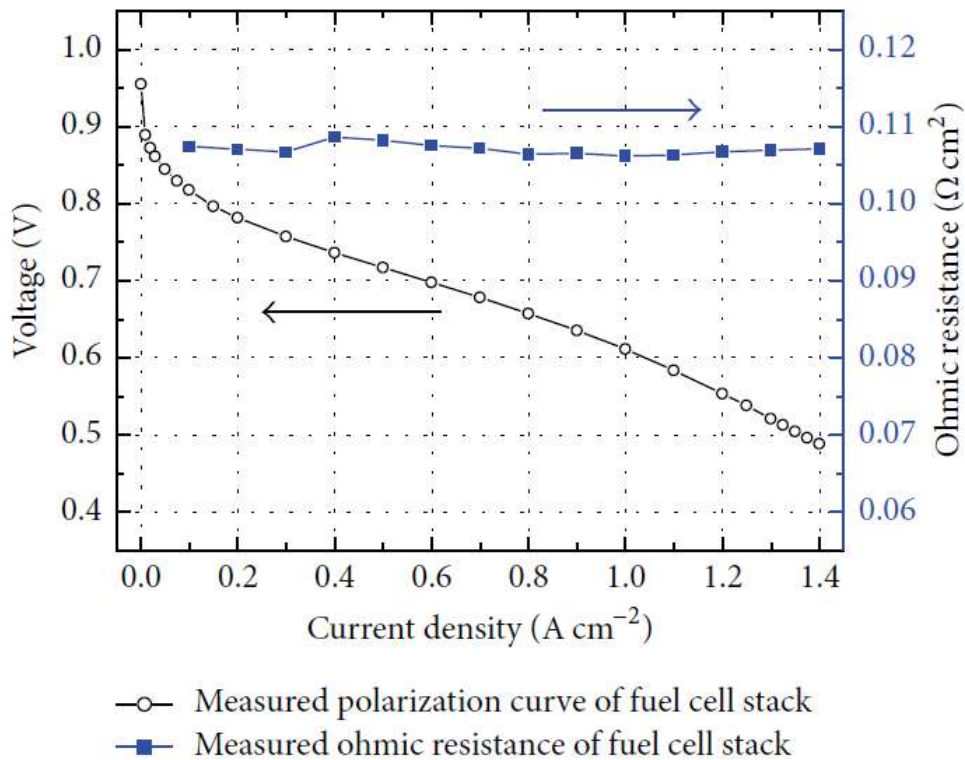

FIGURE 1: Measured polarization curve and ohmic resistances of the fuel cell stack.
Le stack PEMFC utilisé a les performances représentées sur la figure 1, on suppose que les cellules du stack fonctionne à une tension de 0,7V. Sa consommation moyenne est de 750 Nm³/h d'hydrogène pour délivrer une puissance électrique brute de 1 MW. Le stack est refroidi par un circuit liquide caloporteur. Il est alimenté en oxygène grâce à l'air ambiant par l'intermédiaire d'un compresseur.
2) A quoi correspond la résistance ohmique représentée sur la figure 1 ?